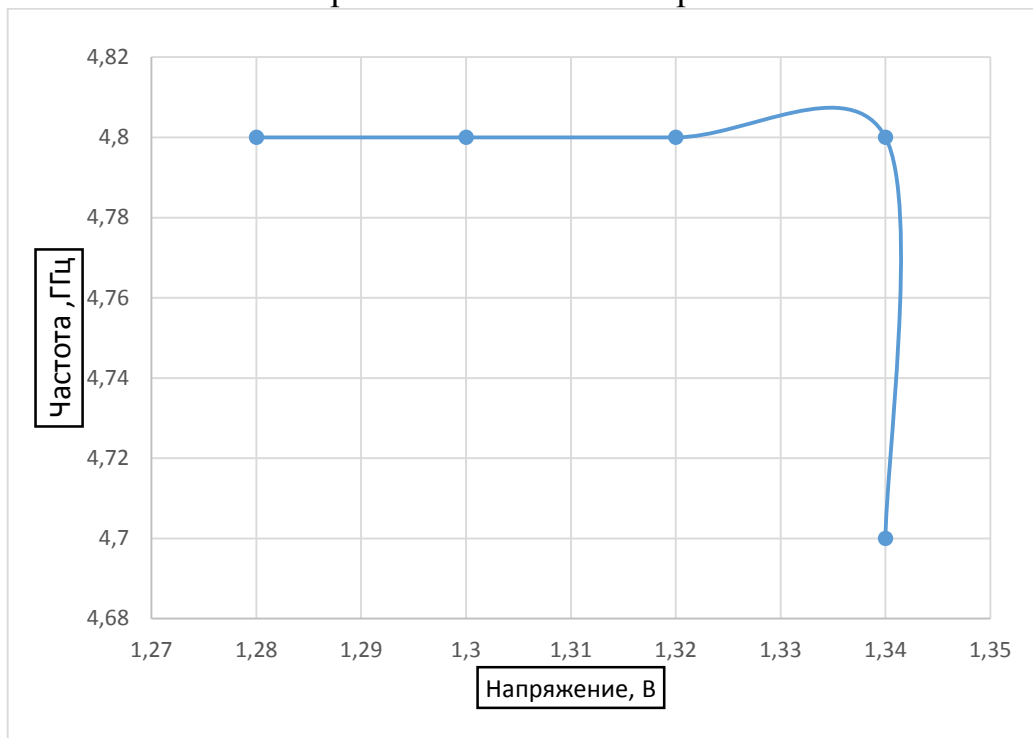

Рисунок 4 – Зависимость тактовой частоты от напряжения с течением времени
1. Весьма показательным является пример пользователя портала: [iguides.ru](http://iguides.ru), который проверил деградацию кристалла на практике. Приобретя абсолютно новый процессор Intel Core i7-8700K он добился тактовой частоты в 4.8 ГГц при напряжении в 1.28 В, провёл ряд тестов, которые не вызвали ошибок. Однако, через полгода, проведя аналогичные тесты, в ряде из них он получил системный сбой, ему пришлось повысить напряжение до 1.30 В и в тестах система вновь стала работать стабильно. Данную он проводил периодически, доведя напряжение до 1.36 В, он столкнулся с тем, что тепловыделение процессора сильно возросло и во избежание перегрева пришлось снизить тактовую частоту на 100 МГц. Вероятно, что в дальнейшем ему придётся снижать тактовую частоту для работы системы без сбоев и ошибок. На рис.4 представлена зависимость частоты от напряжения с течением времени.